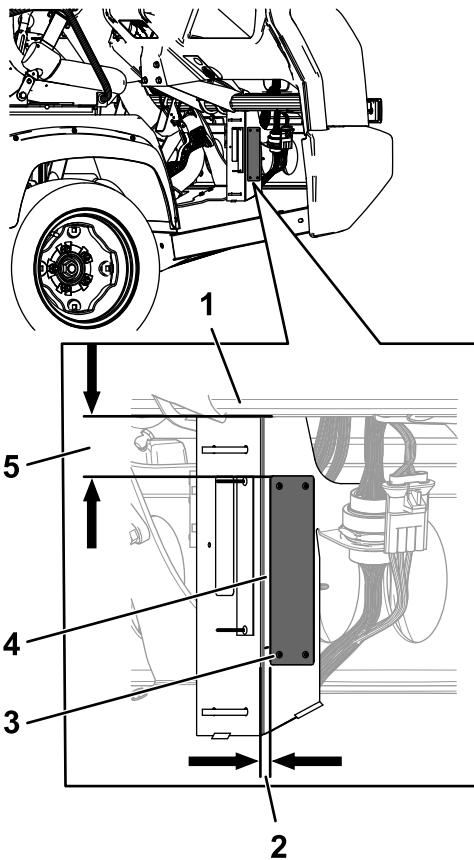

図8
1. 図8の位置にポップリベット3 x 10 mm4本で銘板を取り付ける。